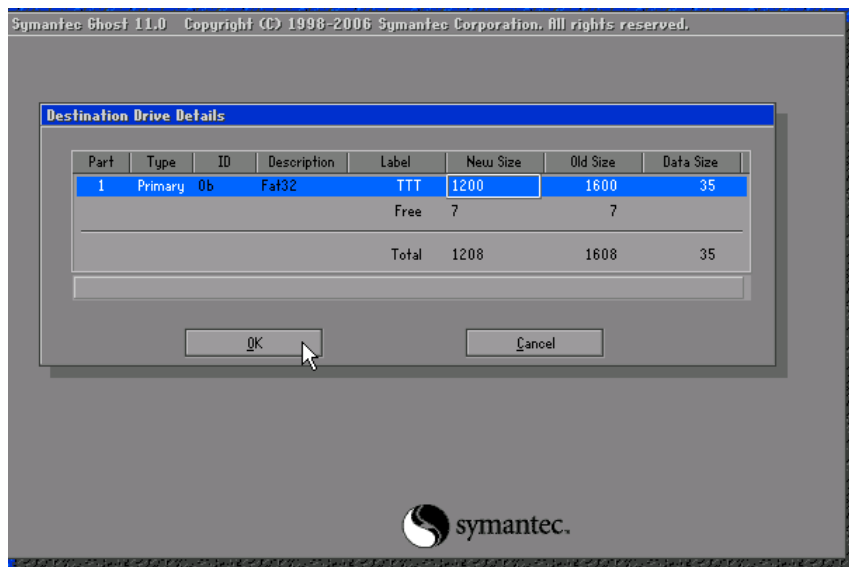

图 5-46 出现复制信息
(4) 然后单击“OK”按钮。出现一个新的界面，如图 5-46 所示。